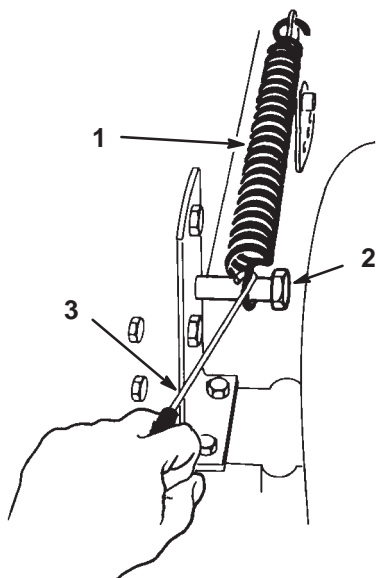

Bild 16
3. Nehmen Sie die hubgestützte Feder zwischen der Hubhalterung rechts am Mähwerk und die Befestigungsschraube ab (Bild 16).
11. Schieben Sie den Schnitthöhenhebel in die Kerbe „D“ und haken Sie die hubgestützte Feder für die Einlagerung in die Befestigungsschraube ein (Bild 16).